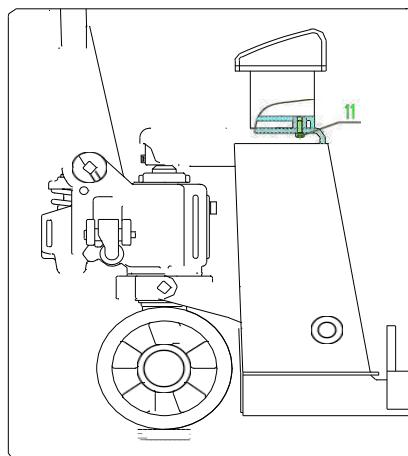

Рис. 6
**2.2.1** Установка блока должна быть выполнена, как указано на рис. 6. Совместите монтажные отверстия.
**2.2.2** Закрепите блок с помощью трех винтов (11). См. рис. 6.
- Центр силы тяжести груза должен быть размещен между двух вилок. Неравномерная нагрузка вызовет опрокидывание тележки после разгрузки груза. (См. рисунок 6.)
- Если тележка не используется, установите рукоятку (3) в положение торможения.